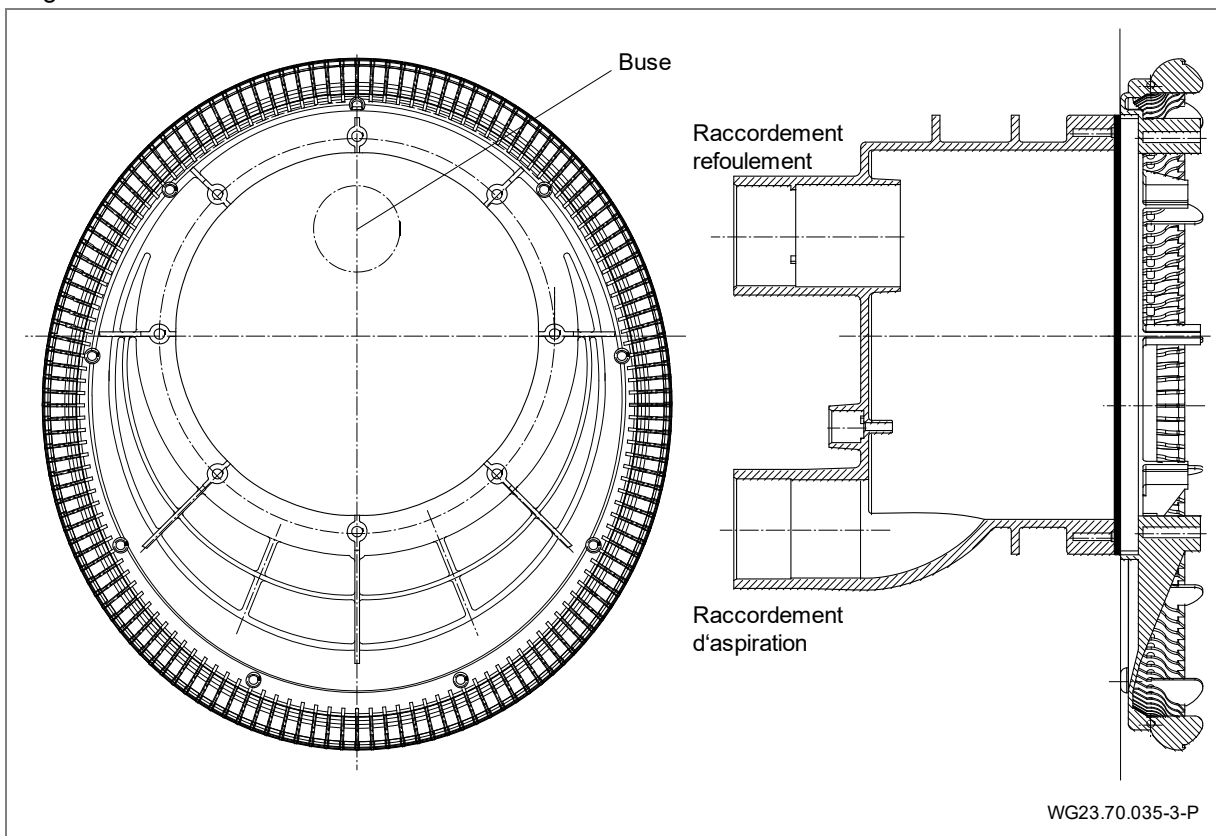
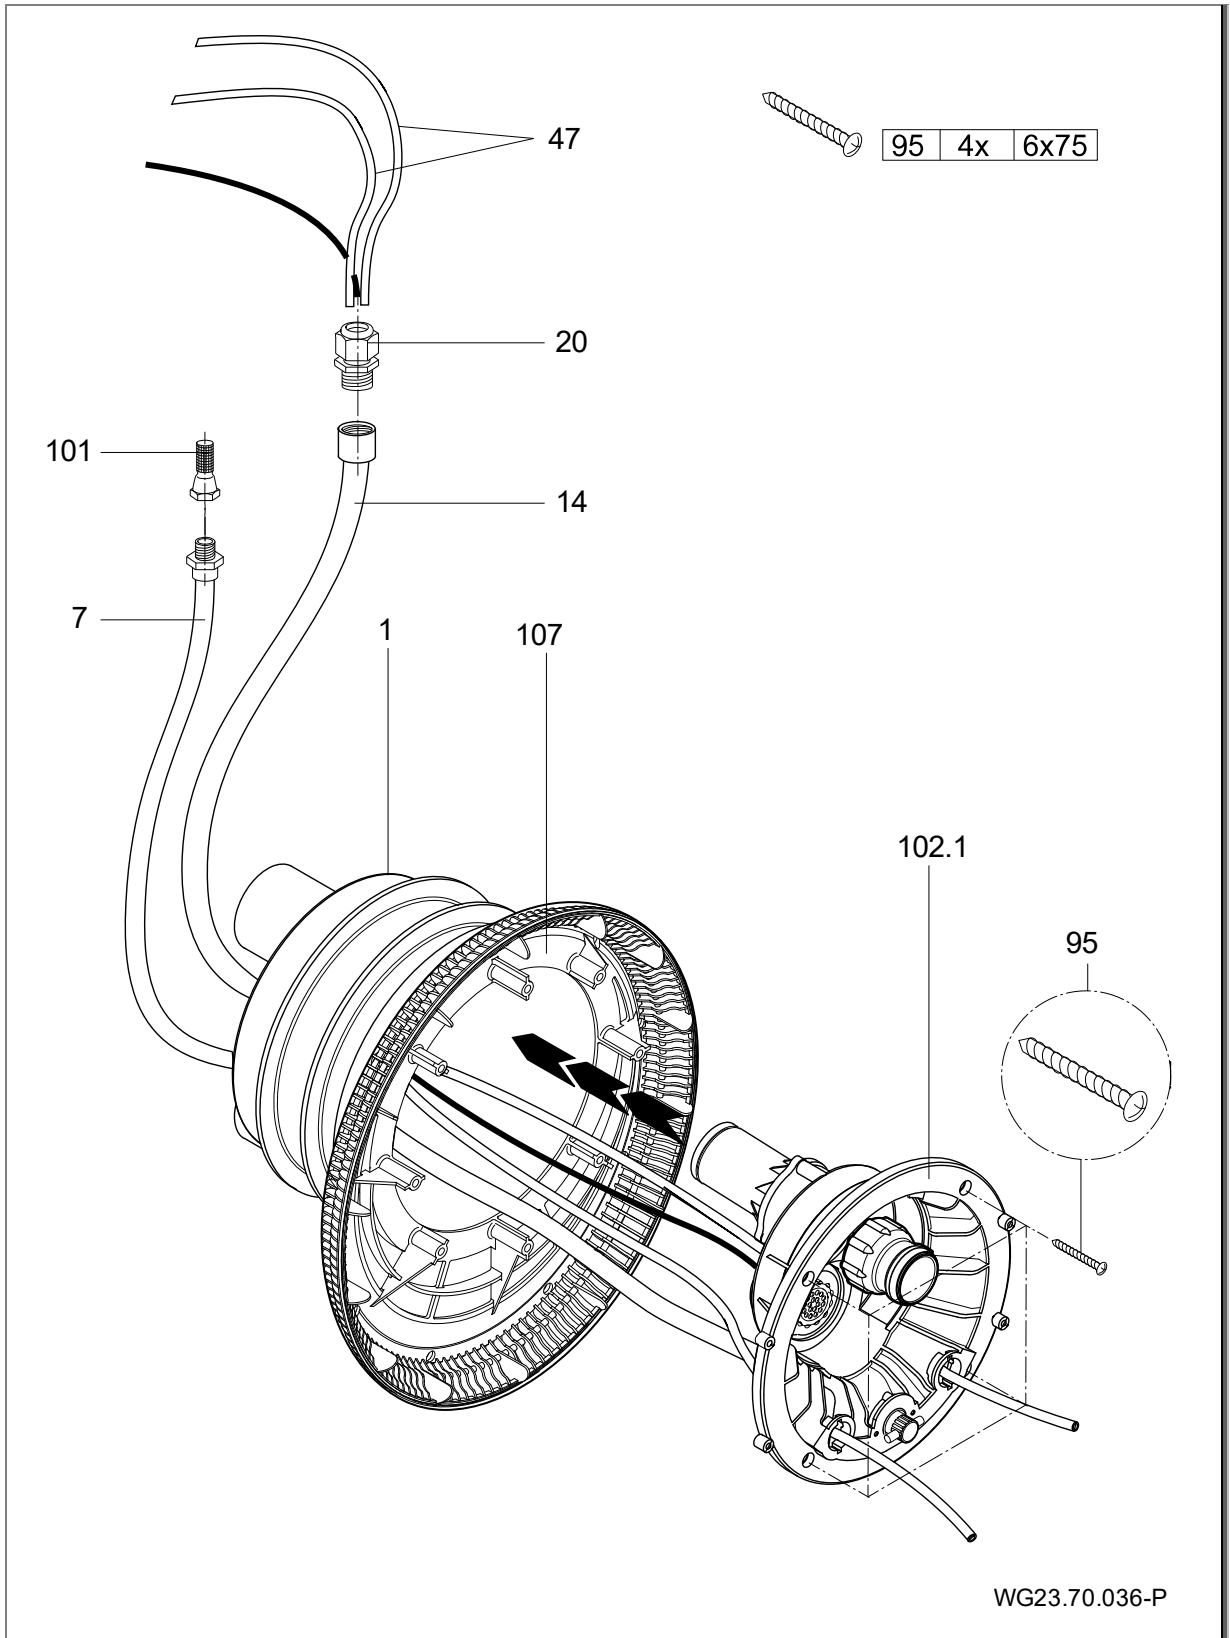

Fig. 17
Fig. 18
2. Installer le boîtier d'aspiration (107) sur l'anneau de serrage. Respecter la position de montage. (Fig. 17)
3. Appliquer le boîtier des buses (102.1) sur le boîtier de montage (1).
5. Fixer la conduite d'air à l'aide de la pince (8) sur le régulateur d'air (21) monté en usine.
6. Fixer le boîtier des buses (102.1) à l'aide de quatre vis taraudeuses (95) sur le boîtier de montage (1). (Fig. 18)